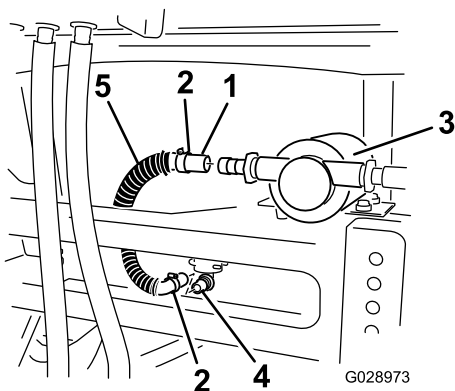

Figura 27
- Conecte un extremo de la manguera al acoplamiento de 90° situado en el fondo del depósito de enjuague (Figura 27).